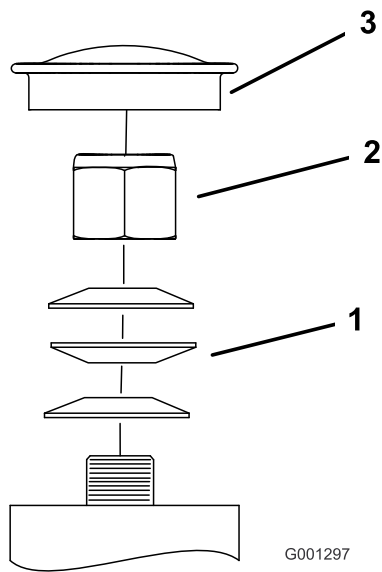

図 54
3. キャスタからダストキャップを外してロックナットを締め付ける図 54。
4. スプリングワッシャが平たくつぶれるまでロックナットを締め付け、その位置から 1/4 回転もどすと、ベアリングに対して適切な予負荷がかかる図 54。
重要 スプリングワッシャが図 54 のように正しく取り付けられていることを確認してください。
5. ダストキャップを取り付ける図 54。